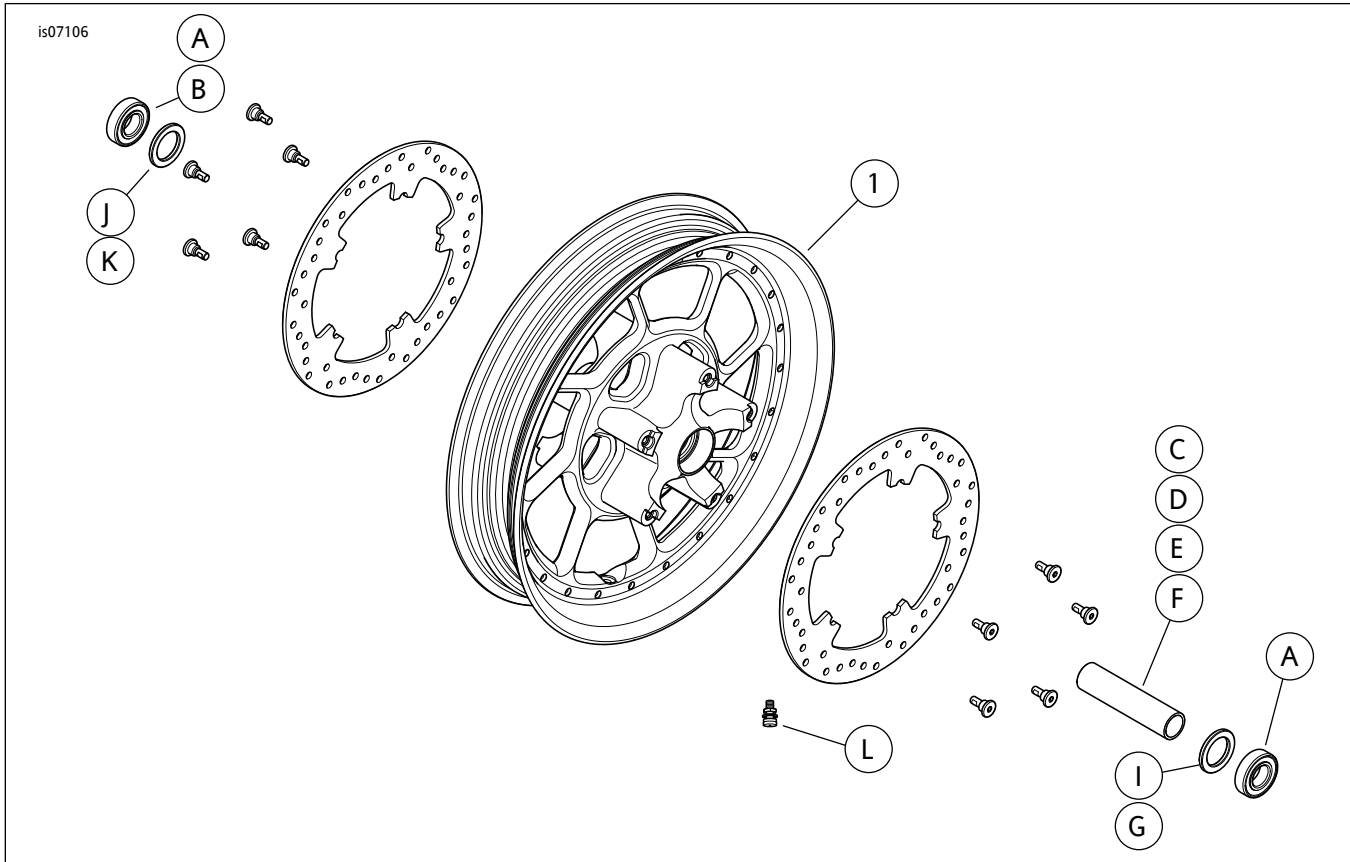

图1。维修零件：RoadWinder前轮套件
2. 参见图1。在车轮上安装阀杆组件(L)。参阅维修手册中的“轮胎”部分。